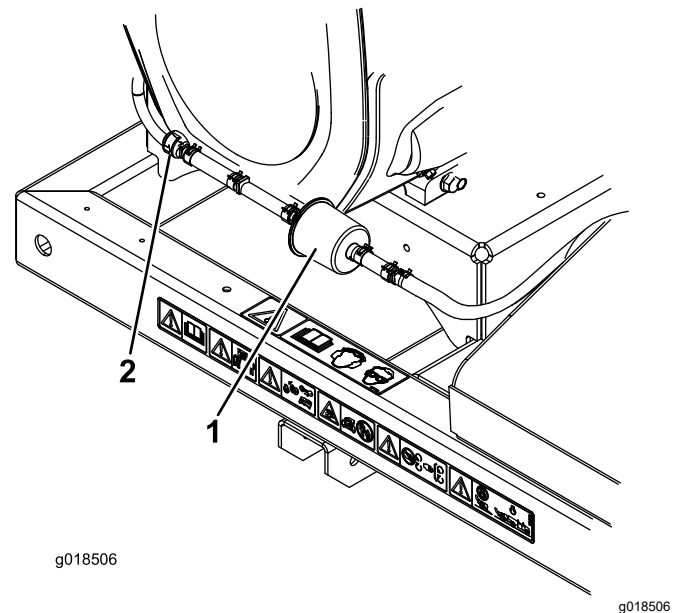

Figura 15
2. Aleje del filtro las abrazaderas de muelle de ambos lados del filtro del tubo de purga del cartucho de carbón (Figura 15).
3. Retire y deseche el filtro de carbón (Figura 15).
4. Instale un filtro nuevo en el tubo con la flecha del filtro apuntando hacia la válvula de retención, y sujételo con las abrazaderas (Figura 15).